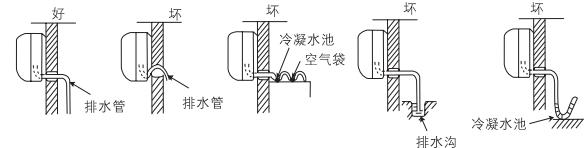

图27
- (1) 用附件⑭排水管与室内机组的出水管连接起来。
(2) 如要使冷凝水流得舒畅,排水管应倾斜少许,如图27所示。